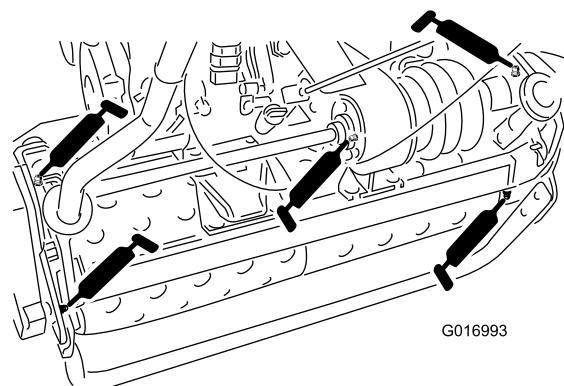

图25
- 鼓轴上 2 个（图25）
- 差速锁上 3 个（图25）